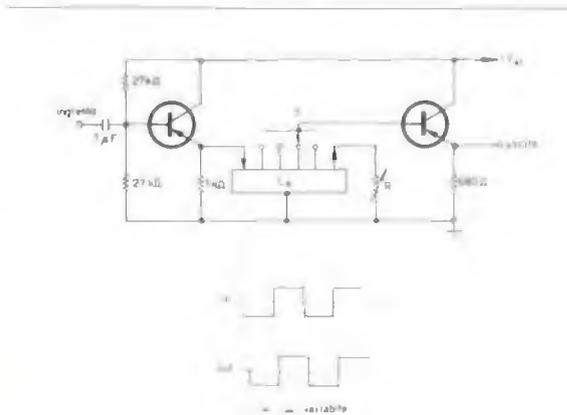

figura 4
1. circuito di ritardo semplice (figura 4)